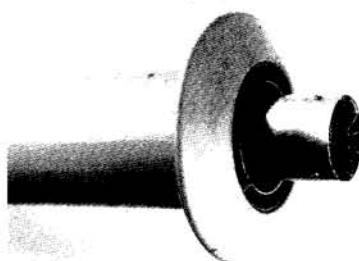

Fig. 21
- Kontroller om aftræksrøret ved vandret aftræk er samlet korrekt, se fig. 21.